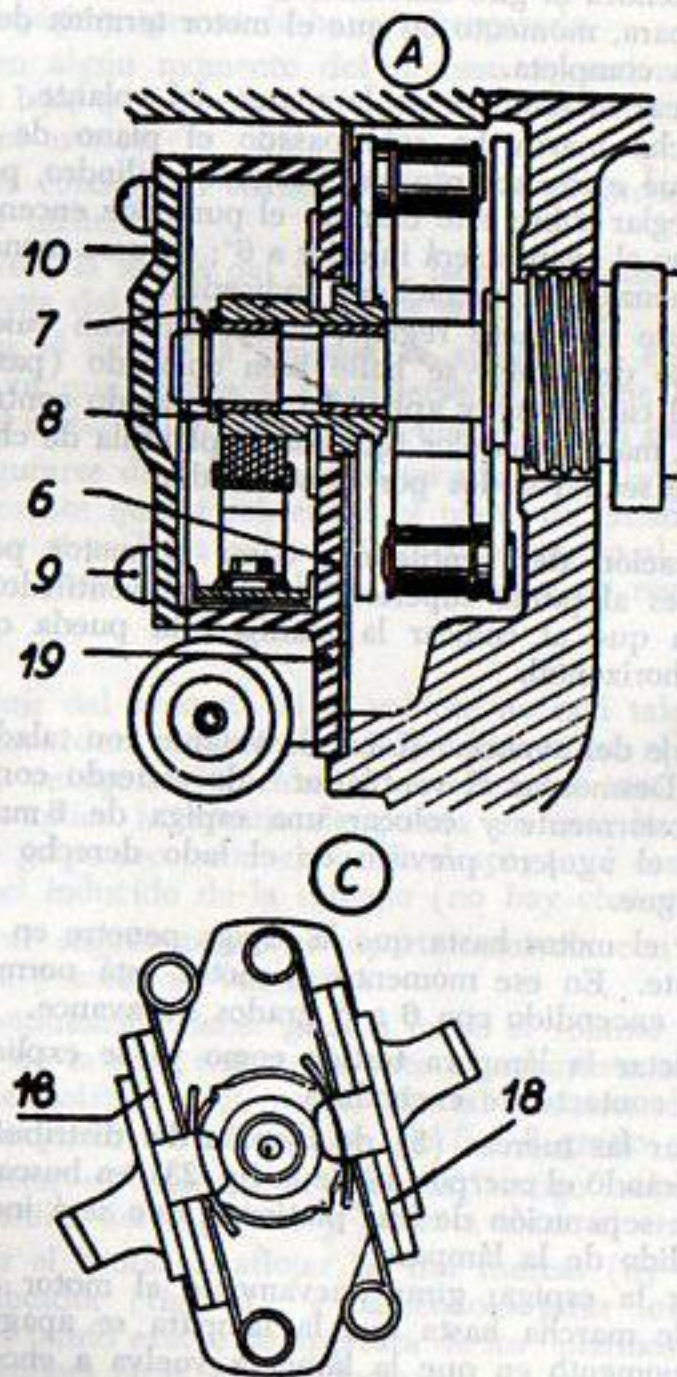

FIG. 23. A-B-C: Distribuidor. Ver también fig. 24.
Aflojar las tuercas (5) de fijación del distribuidor (figura 24), girando el cuerpo (19 de la fig. 23) en busca del punto exacto de separación de los "platinos", que será indicado por el encendido de la lámpara.
Hacer girar el motor hasta que una de las levas (1) levante el brazo del ruptor (2) a su máxima altura (figs. 23 y 24).
Retirar la chapa de protección (6); quitar el freno (7) de la leva (1) y la arandela de tope (8). Desprender la leva y las masas (18) (figs. 23 y 24).